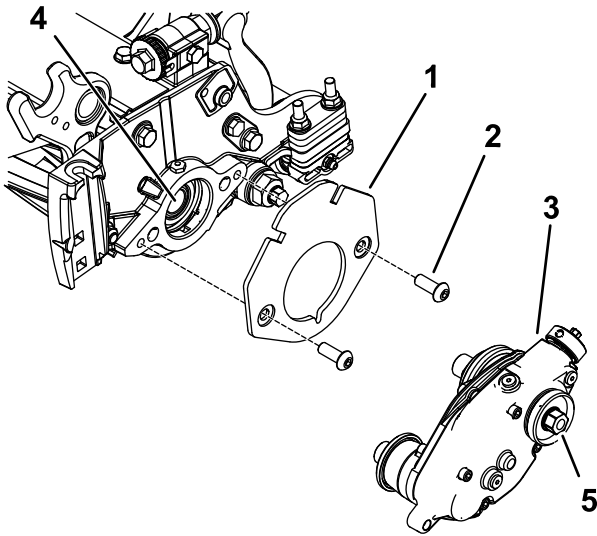

Figure 8
- Fixez le support de masse sur le cylindre au moyen de 2 boulons à tête ronde hexagonale creuse (3/8" x 3/4"), comme montré à la Figure 8.
- Appliquez du frein-filet moyenne résistance (tel que Loctite® 243 bleu) sur le filetage de l'arbre de cylindre interne (Figure 8).
- Fixez le boîtier d'entraînement du groomer sur l'arbre du cylindre (Figure 8) à l'aide de la